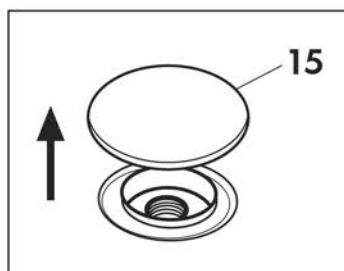

Abb. 4
Den entsprechenden Behälter vorzugsweise mit entmineralisiertem Wasser oder nicht schäumenden Chemikalien füllen, nachdem der Stopfen (15) abgenommen worden ist (Abb. 4).